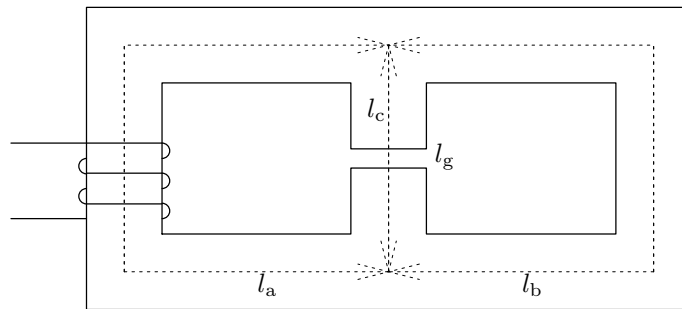

Figura 9.2: Circuito magnético de los problemas 12 y 13.
12. En la figura 9.2 se muestra un circuito magnético de sección recta cuadrada. Halla la densidad de flujo en el entrehierro cuando la fuerza magnetomotriz total es de 200 A. Supón que el material ferromagnético del núcleo es blando, con una permeabilidad relativa constante de valor  $\mu_r = 4.000$ . Las dimensiones del núcleo son:  $l_a = l_b = 1$  m (longitudes medias de las mitades derecha e izquierda),  $l_c = 0,34$  m (longitud media de la columna central),  $l_g = 0,76$  mm (longitud del entrehierro) y  $S = 7,9 \cdot 10^{-3}$  m2.
13. Halla la fuerza magnetomotriz necesaria para producir una densidad de flujo de 0,2 T en el entrehierro del circuito magnético de la figura 9.2.